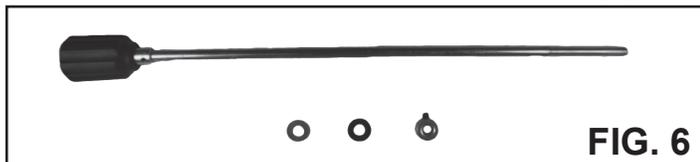

FIG. 6
2. Retire el collar y la arandela elástica de la barra de ajuste de profundidad de corte de la mesa de alimentación (# 119). FIG. 6.